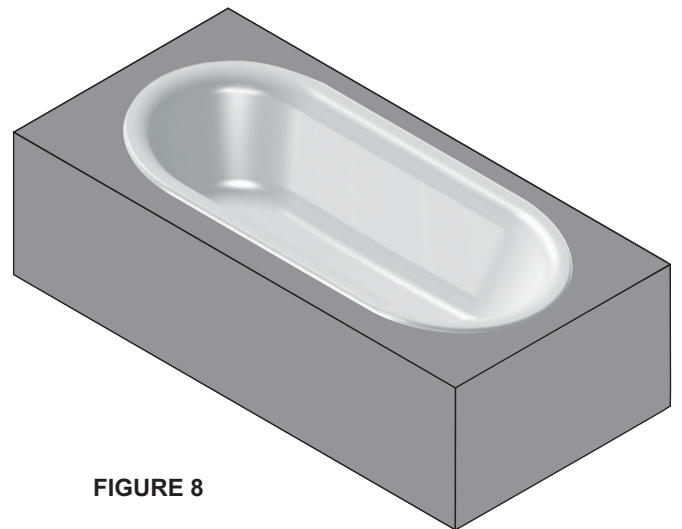

FIGURE 8
NOTE : - Le gabarit doit avoir 1 po de moins que le profil extérieur, de sorte que le rebord repose sur le panneau, comme illustré par la figure 8.
- Se reporter à la figure 8 montrant une baignoire entièrement installée.